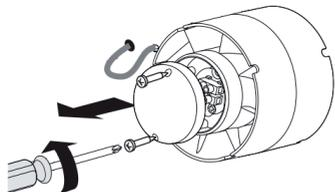

Fig. 2
3. For at kunne etablere forbindelse til lysnettet: Fjern dækslet ved at løsne de to skruer. (fig. 2)